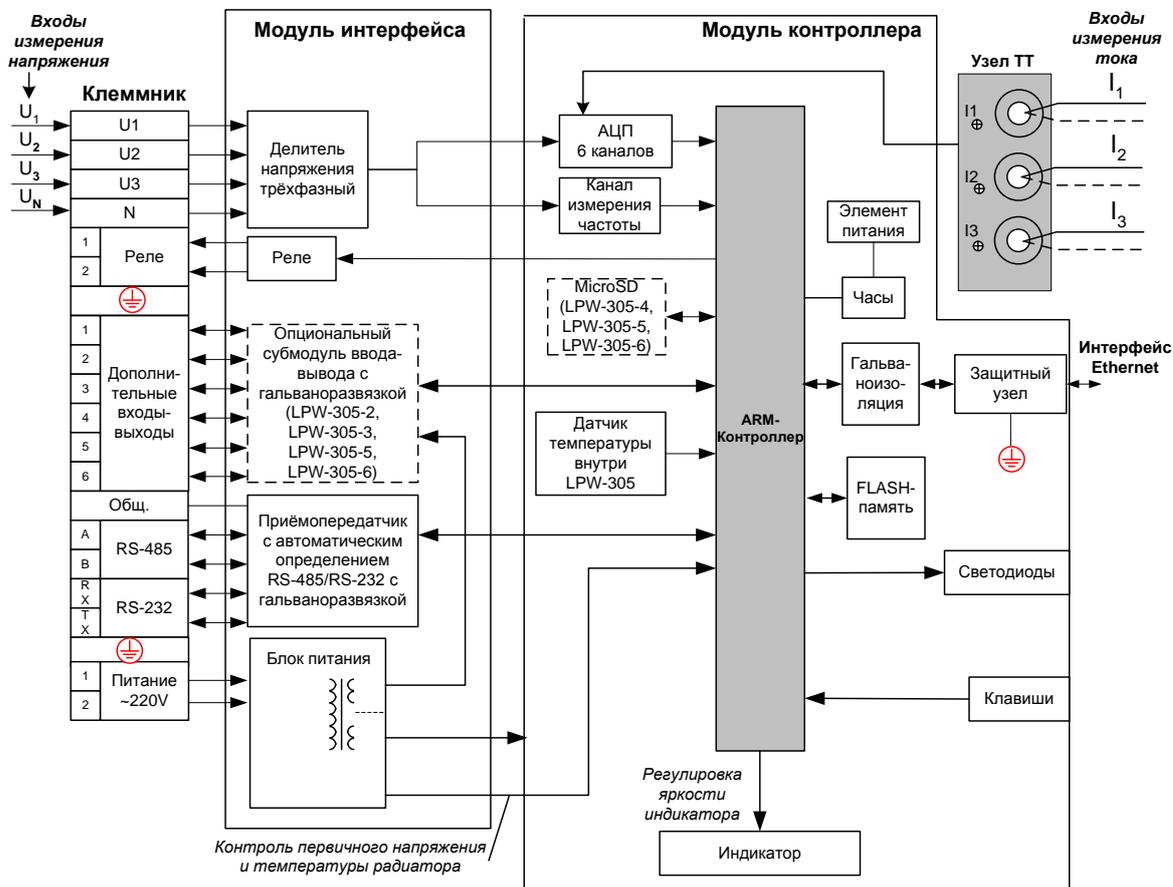

Рисунок 1– Функциональная схема LPW-305
3.3.10 Опциональный submodule ввода-вывода с гальваноразвязкой (см. рисунок 1) присутствует только в модификациях LPW-305-2, LPW-305-3, LPW-305-5, LPW-305-6.